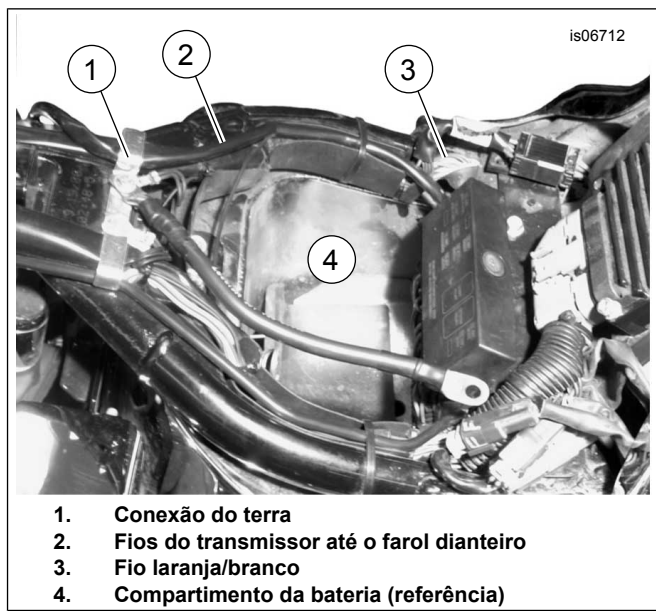

Figura 5. Conexões de alimentação e terra, modelos Softail ano 2000 e posteriores (FLSTC mostrado)
4. Veja a Figura 5. Passe os fios do transmissor (2) até o compartimento da bateria (4) e pelo lado direito do quadro. Vá para a seção **Conexão do chicote de fios**.